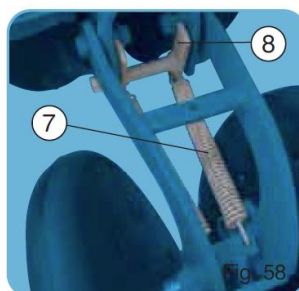

Fig. 58
- Zdemontować tylny blok, ściągnąć sprężyny napinające **(7)** i wyciągnąć łącznik w kształcie litery **H** **(8)** (fig. 58).